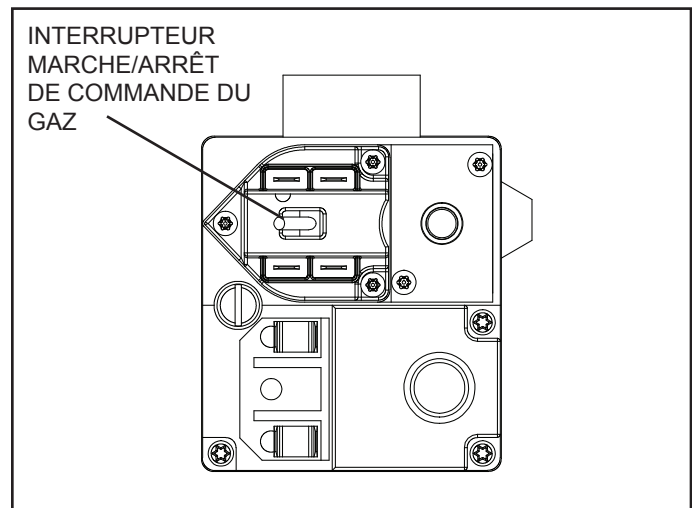

Figure 27. Soupape à gaz
5. Basculez l'interrupteur de commande du gaz en position « OFF » (arrêt). (Voir la figure 27).